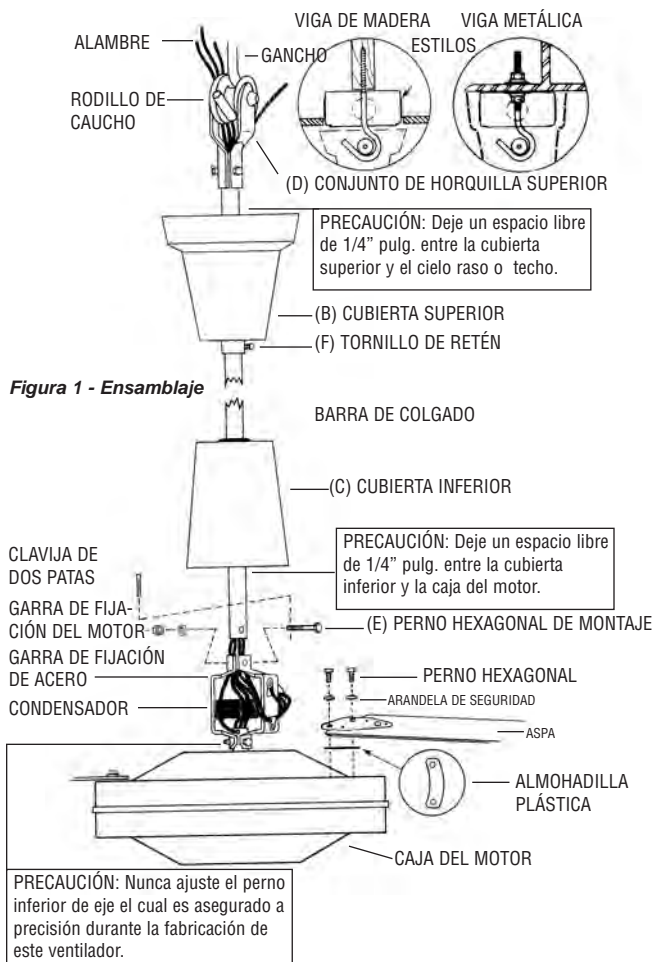

Figura 1 - Ensamblaje
2. En la garra de fijación (A) del motor, retire la clavija de dos patas y afloje la tuerca hexagonal. Retire cuidadosamente la arandela resortada y el tornillo hexagonal (E). (Véase la Figura 1)
3. Deslice la cubierta superior (B) (en forma de campana) hacia arriba por la barra. Deslice la cubierta inferior (C) hacia arriba por la barra.
4. Inserte los 5 cables eléctricos y el cable de seguridad a través del orificio central en la garra de fijación de acero sobre el motor (A) y luego continúe insertando los cables eléctricos y el cable de seguridad a través de la barra de colgado hasta que los cables eléctricos y el cable salgan en el extremo superior (horquilla).
5. Monte la barra de colgado a la garra de fijación (A) y coloque nuevamente el tornillo hexagonal. Asegure la tuerca hexagonal de arandela resortada y abra la clavija de dos patas.
PRECAUCIÓN: Las aspas deben sujetarse al motor según se muestra en la Figura 1. NO invierta las aspas durante la instalación.